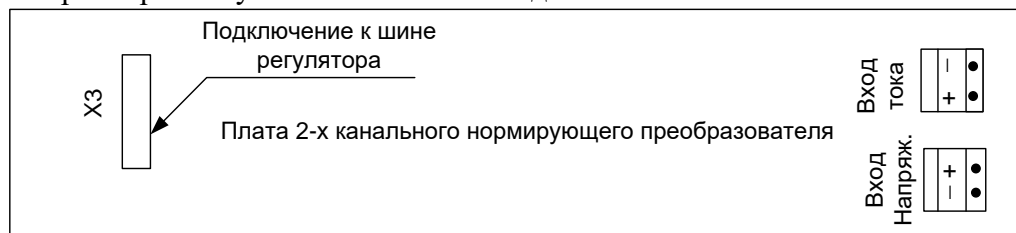

Рис.4.6. Плата двухканального нормирующего преобразователя НП-2
4.1.4. При подключении Системы «САПФИРмп1» к АСУ ТП предприятия, для передачи информации по току и напряжению на электродах фильтра в аналоговом виде, в Систему «САПФИРмп1» устанавливается плата двухканального нормирующего преобразователя (НП- 2) Рис.4.6. Плата НП-2, установленная в корпусе «САПФИРмп1», подключается к плате БФИ через плоский шлейф через разъем ХЗ. Внешние цепи (на АСУ ТП) подключаются к двум клеммникам на плате – «Вход тока» и «Вход напряжения». Выходные параметры токовой петли установлены 4-20 мА. Данные параметры могут быть изменены по дополнительной заявке.